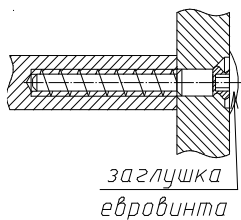

Рис.1
1. Собрать каркас вешалки по схеме сборки с помощью евровинтов (рис.1) и саморезов Ø3,5x32.